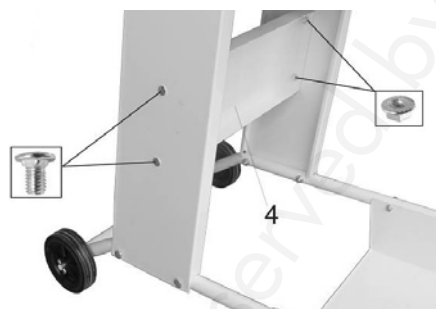

Fig. 5: Montage van de dwarsplaat
3. Schroef de dwarsplaat (4, fig.5) op zijn plaats met de schroeven met vierkante kop M8x10.